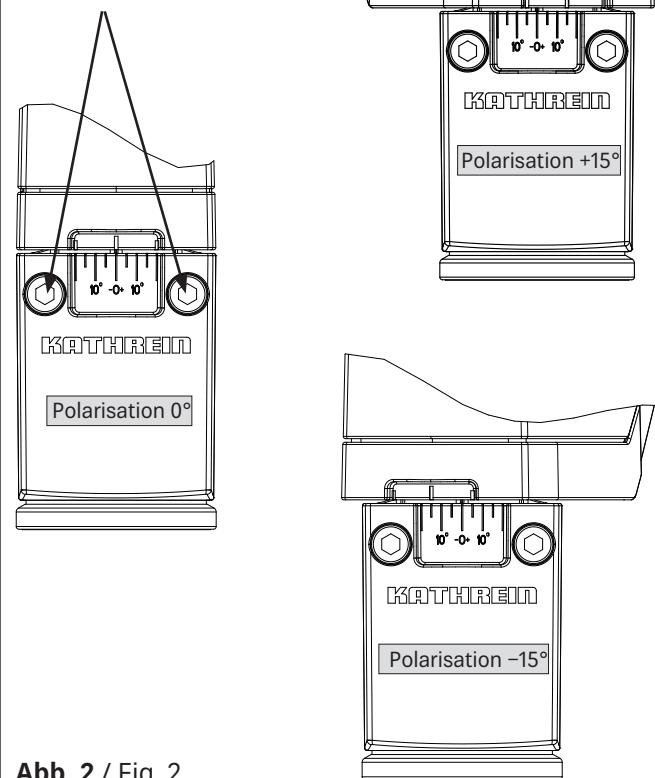

Abb. 2 / Fig. 2
### Polarisations-Voreinstellung (Abb. 2)
1. Beide Innensechskant-Schrauben (S) lockern.
2. Durch Drehen des Speisesystems die Referenzmarke auf den Wert lt. Polarisations-Voreinstellungs-Tabelle einstellen (siehe Abb. 2).
3. Die Innensechskant-Schrauben (S) gleichmäßig im Wechsel festziehen. Anzugsdrehmoment: Max. 4,5 Nm
### Setting the polarisation (Fig. 2)
1. Loosen both Allen screws (S).
2. Turn the feed system to set the reference mark to the value given in the polarisation pre-setting table. (see fig. 2)
3. Tighten the Allen screws (S) evenly, alternating between both. Torque: max. 4.5 Nm